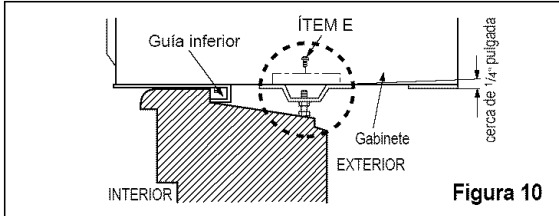

Figura 10
- 8** Seleccione la posición en la que colocará el soporte de antepecho cerca del punto más externo en el antepecho (Figura 10). Fije el soporte de antepecho al orificio del carril del gabinete en relación con la posición seleccionada usando el tornillo (ÍTEM E).
- 9** Coloque el soporte de antepecho con el gabinete en la posición seleccionada del antepecho de ventana (Figura 10).